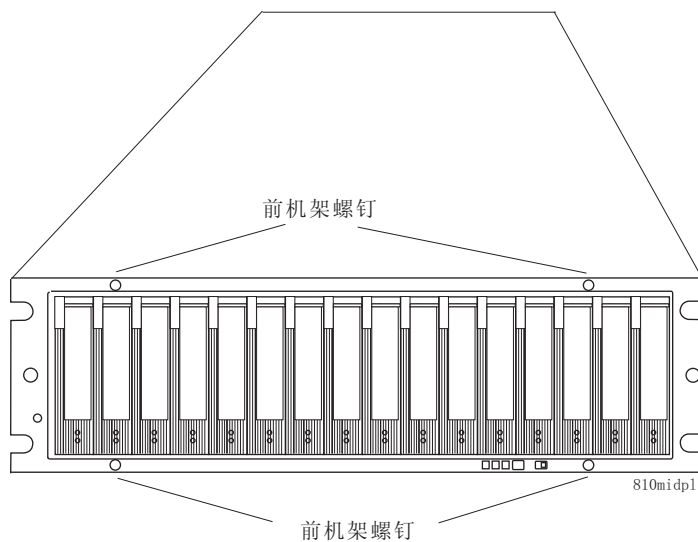

图 86. 前机架螺钉位置
- 如图 86 所示，使用 1 号十字螺丝刀拧开中面板上的四个前机架螺钉。
16. 拧紧四个前机架螺钉。请参阅第 142 页的图 86。